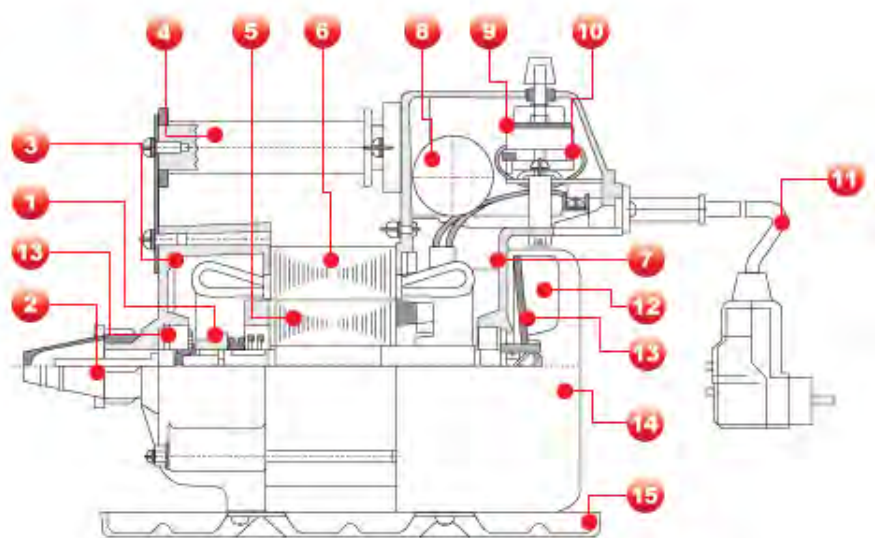

Рисунок 1. Электропривод ЭП – 1400, ЭП – 2200
4.2. Устройство электропривода приведено на рис. 1.